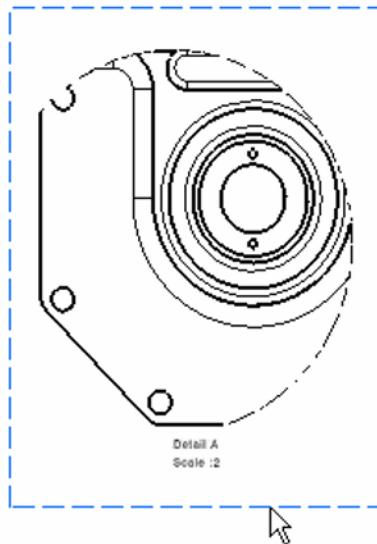

Fig.41. Vedere de detaliu
- Se selecteaza un punct de pe zona detaliata, pe ecran fiind afisat un cerc albastru (fig.41);
- Folosind mouse-ul se pozitioneaza vederea detaliata (in preview) la locul dorit si se apasa in centrul cercului albastru pentru a genera vederea (fig.41).